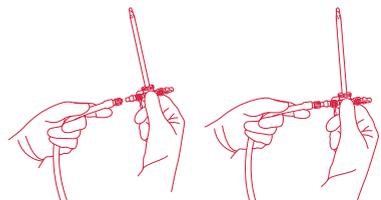

Figura 25 - Inserção do conector luer lock macho no instrumental de acesso.
2. Conecte o conector luer lock do equipo no instrumental de acesso (Figura 25); \*